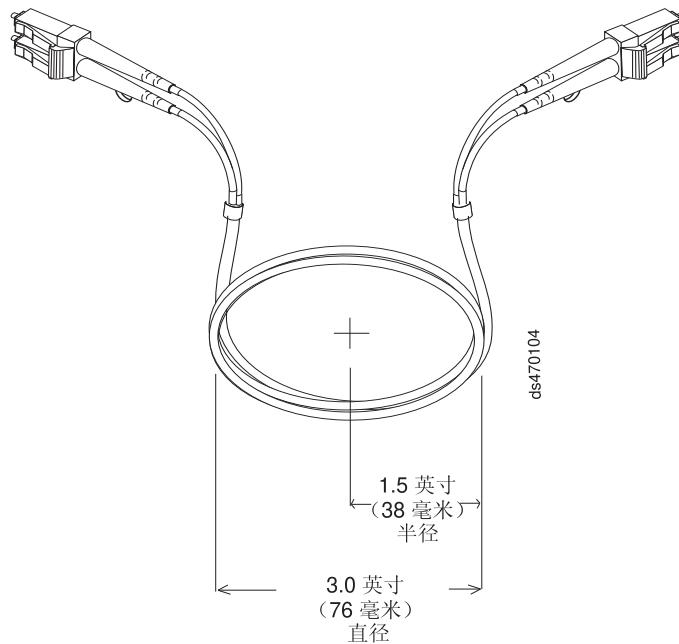

图 19. 建议的光缆弯曲和环路规格
**注:** IBM 光纤通道 (FC) 电缆选件已经测试, 并获得批准, 可以用于 IBM DS 存储器产品。为了实现最佳的性能和兼容性, 当安装 IBM DS 产品时, 请始终使用 IBM FC 电缆选件。
- 在存放过长或未使用的光缆时，请勿将光缆弯曲到直径小于 76 毫米（3 英寸）或半径小于 38 毫米（1.5 英寸），也不要让光缆卷在一起。请参阅图 19。